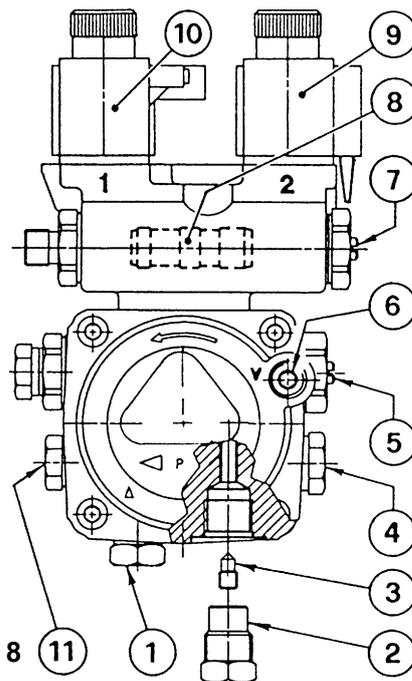

Fig. 8
- De pomp is voorzien voor een installatie met twee leidingen. Draai bij één leiding de moer van de terugloopleiding (2) los, verwijder de by-pass schroef (3) en draai de dop (2) opnieuw aan, (zie Fig. 8).
Bij een installatie zoals in Fig. 7, de vacuümmeteraansluiting (6, Fig. 8) losdraaien tot er brandstof ontsnapt.